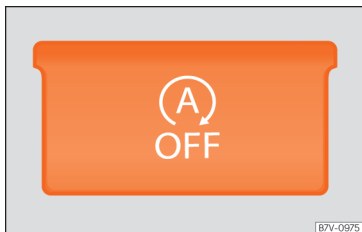

Abb. 236 Ansicht der Mittelkonsole: Schalter für Start-Stopp-Betrieb.
- Um das Start-Stopp-System manuell aus-/einzuschalten, drücken Sie die Taste » **Abb. 236**.